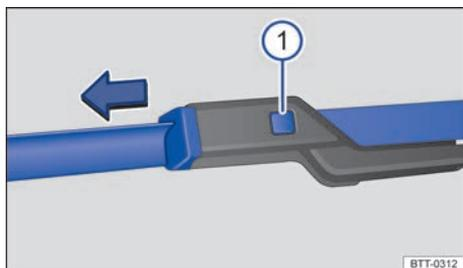

Fig. 186 Cambio de las escobillas limpiacristales del parabrisas.
- Mantenga presionada la tecla de desbloqueo → fig. 186 ① y tire al mismo tiempo de la escobilla en el sentido de la flecha.